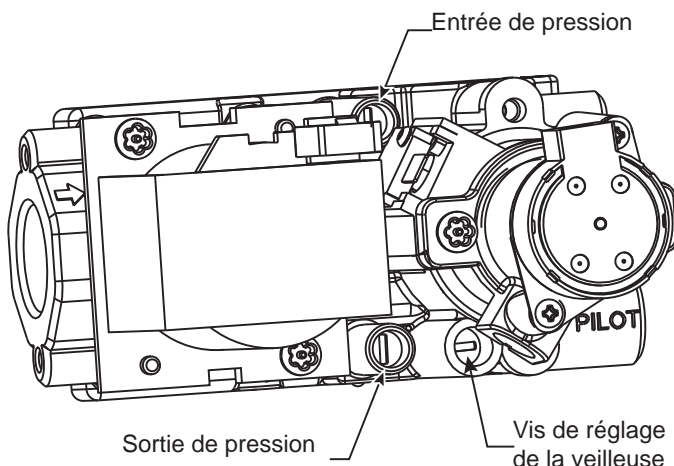

Figure 18 -
4. Pour vérifier les pression de gaz au niveau de la vanne, tournez la vis sertie dans le sens inverse des aiguilles d'une montre 2 à 3 fois pour ensuite amener le tube relié au manomètre au-delà du point de test. Mettre l'unité à « haute pression ». *Figure 18*. Une fois la lecture de pression effectuée, assurez-vous de tourner et serrer la vis sertie dans le sens horaire afin de réétanchéiser. Évitez de serrer au couple à l'excès. Vérifiez les points de vérification pour toute fuite de gaz.